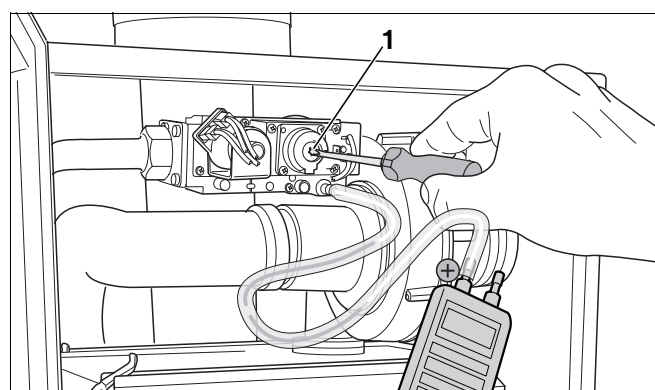

Fig. 85 Indstilling af gas-/luftforholdet
- Hvis gas-/luftforholdet afviger, skal det efterreguleres på indstillingsskruen (torx 40 H) (fig. 85, **pos. 1**). Indstillingsskruen er placeret bag afdækningsskruen (torx 40 H).